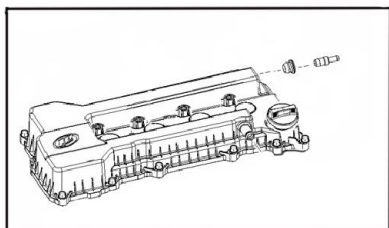

Рисунок II-55
6. Снять уплотнительное кольцо и клапан PCV из крышки (см. *Рисунок II-55*).